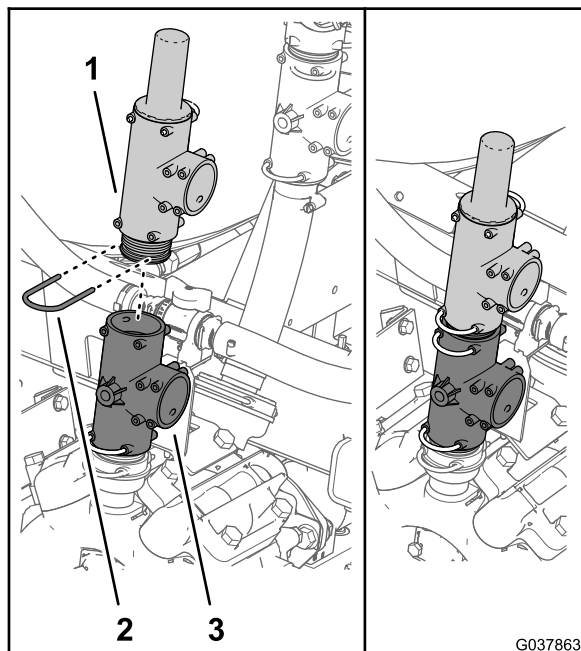

Figura 67
- Monte a união em T com a válvula de descarga de pressão na união em T na parte superior da bomba do pulverizador com o retentor que retirou no passo 3 como se mostra na Figura 67.